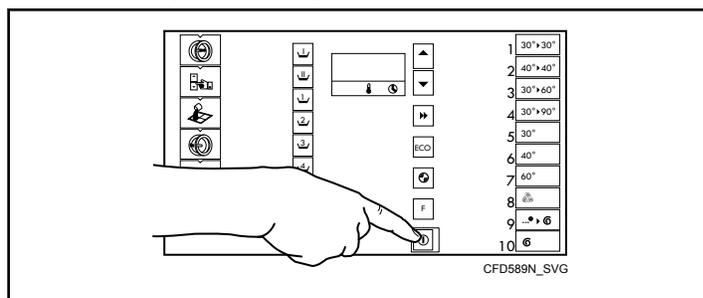

Figure 16
7. Lancer le cycle en appuyant sur la touche Start/Stop (marche/arrêt). Se reporter à la Figure 16 .